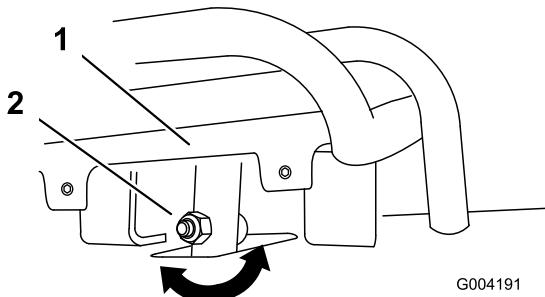
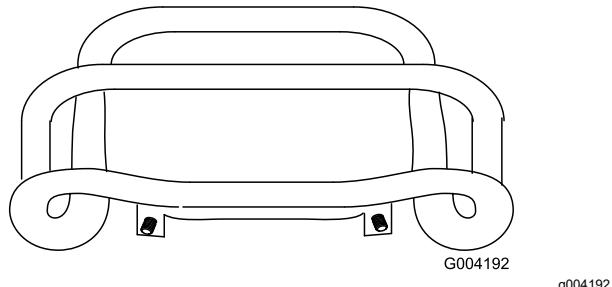

Figura 58
Figura 59
4. Si la parte delantera del control de tracción no queda enrasada con y paralela a la barra de referencia, afloje la tuerca con arandela prensada y el perno del tubo del control de tracción (Figura 58).
5. Ajuste el control de tracción hasta que quede enrasado con la barra de referencia al tirar de él hacia atrás del todo (**Figura 58** y **Figura 59**).